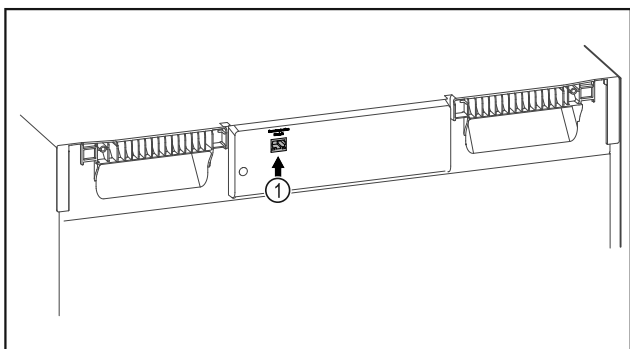

Fig. 98
- ☐ SmartModule Fig. 98 (1) naudojamas.